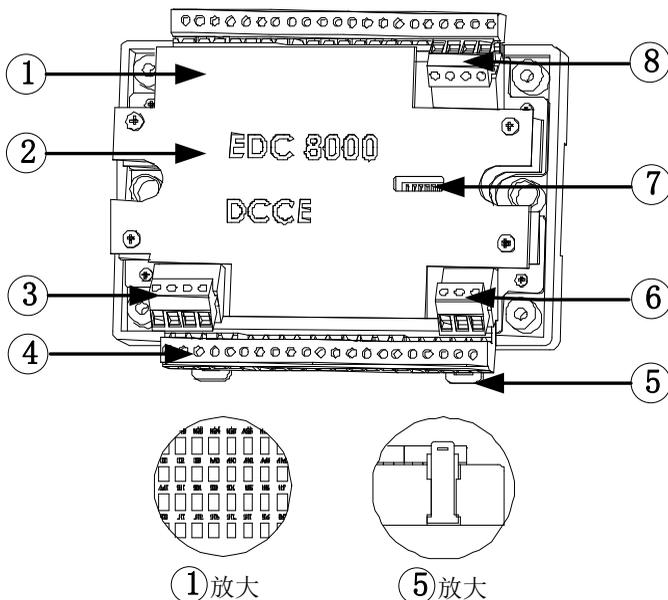

图 4-1-1 整体外观
EDC8000 主要由以下几部分组成：①指示灯：指示设备运行状态。②透明保护板：保护内部器件及说明控制器型号。③串口端子：串口 1，串口 2 接线端子。④输入输出端子：输入输出接线端子。⑤导轨卡扣：将控制器安装到 DIN 导轨上的夹具。⑥电源端子：24V 电源接线端子。⑦拨码区：硬地址设置。⑧以太网端子：以太网接线端子。图 4-1-1 为产品整体外观图。